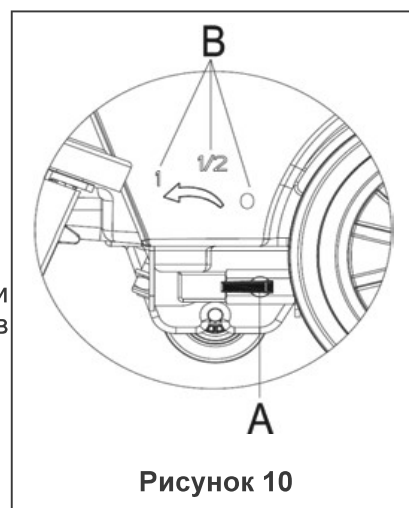

Рисунок 10
Регулировка ручки поплавкового клапана (А, рисунок 10) должна осуществляться при условии, когда кнопка питания (41) находится в положении "0" ("ВЫКЛ").
- Объем подачи воды может быть отрегулирован при помощи ручки поплавкового клапана (А, Рисунок 10) в зависимости от количества воды, которое обычно требуется для мойки пола.